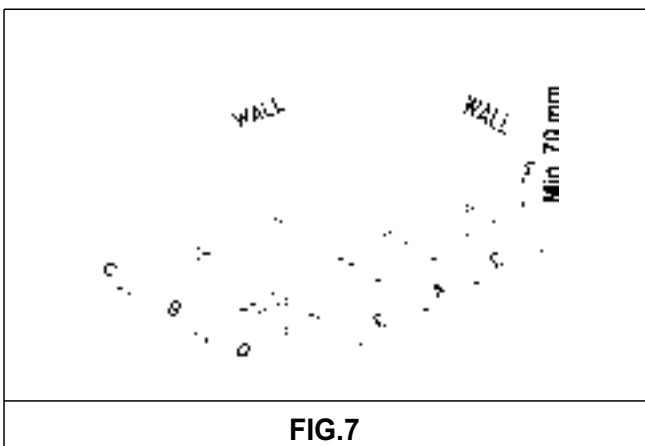
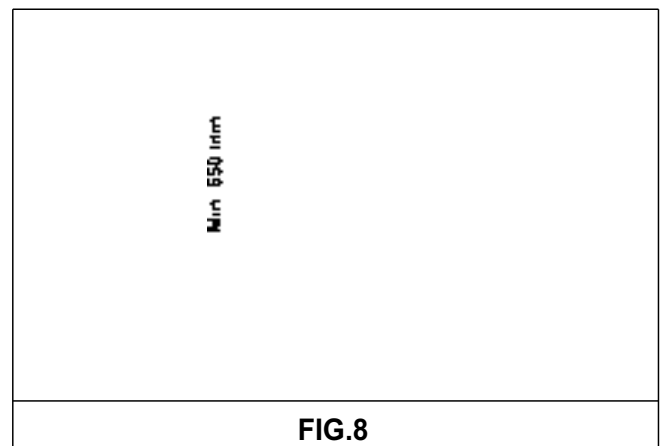

FIG.7
FIG.8
Faça uma abertura para o encaixe no plano do móvel de encastre respeitando as dimensões indicadas na fig. 7, certificando-se de que sejam respeitadas as dimensões críticas do espaço no qual o aparelho deverá ser instalado (veja fig. 7 y la distancia mínima representado en fig. 8).
- Para evitar possíveis contatos acidentais com a superfície da caixa do plano aquecida durante o funcionamento do mesmo, monte um elemento de separação em madeira e aperte-o com parafusos distância mínima do top 70 mm (fig. 7).